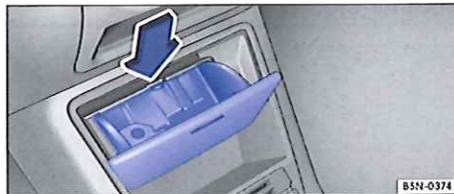

Fig. 131 Dans la partie inférieure de la console centrale avant : retrait du cendrier.
- Poussez la touche de déverrouillage dans le sens de la flèche ⇒ fig. 131 puis retirez le cendrier.